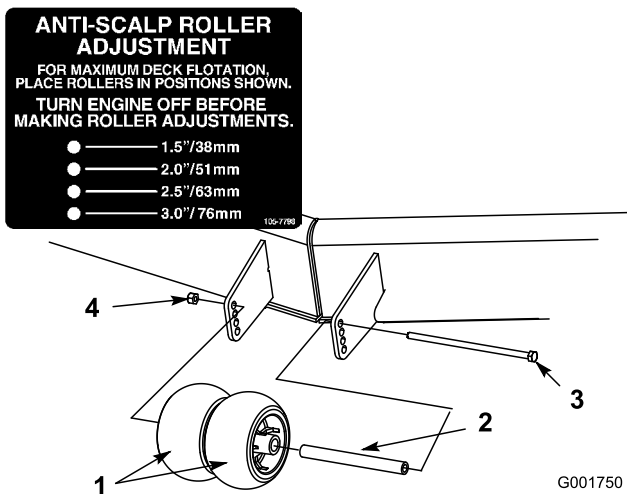

Figure 21
3. Lorsque la hauteur de coupe est réglée, enlevez l'écrou à embase, la bague et le boulon (Figure 21).
- Choisissez le trou qui convient pour que les galets centraux se trouvent le plus près possible de la hauteur de coupe correspondante voulue (Figure 21).
- Posez les galets centraux, la bague, l'entretoise, le boulon et l'écrou (Figure 21).